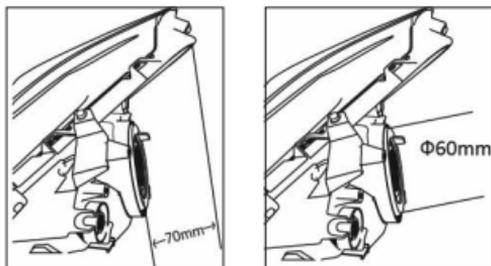

図1
- 図1に示すように、ヘッドライト固定部後方に70mm以上のスペースがあり、固定部の直径が60mmであることを確認してください。